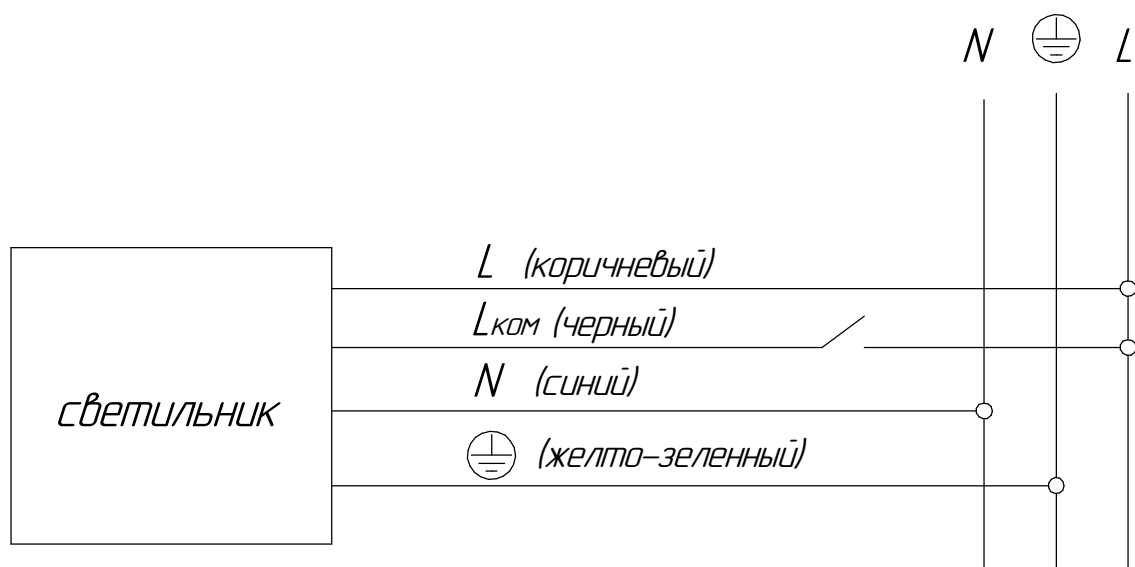

Рисунок 4 - Схема подключения светильника с БАУ.
5.5 Подключите светильник к электрической сети согласно схеме рис. 4(5).